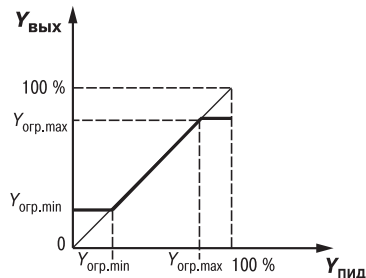

Рис. 9
– максимальный $Y_{огр. max}$ и минимальный $Y_{огр. min}$ (рис. 9).